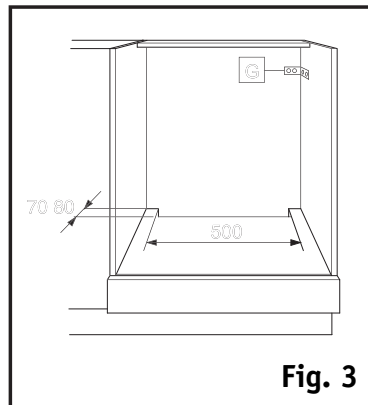

Fig. 3
- Pour assurer une ventilation correcte, veillez à laisser une ouverture à l'arrière de l'appareil en respectant les dimensions de la Fig. 3.
- Si le meuble n'est pas solidement fixé au mur, renforcez le dispositif de fixation à l'aide d'étriers disponibles dans le commerce (G), voir Fig. 3.